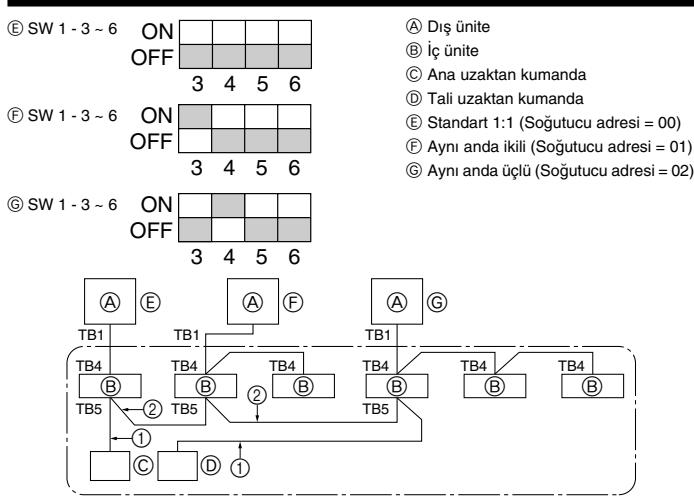

Fig. 10-1
① Elektrik verin (devre kesici).
② Gaz vanası kapatıldıktan sonra, dış ünitenin kontrol panosu üzerindeki SWP düğmesini ON konumuna getirin. Kompresör (dış ünitesi) ve vantilatörler (iç ve dış üniteler) çalışmaya başlar ve soğutucu çekme işlemine başlanır. Dış Ünitenin kontrol panosu üzerindeki LED1 ve LED2 yanar.
10. Sistem kontrolü (Fig. 10-1)